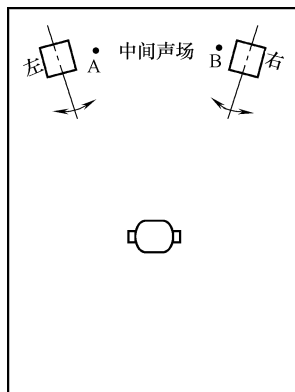

图 4-92 音箱转角示意图
5) 音箱角度影响。可以将左、右主音箱的轴线向里稍转动，如图 4-92 所示，特别当左、右音箱相距较远时，能将中音声场的左、右侧丰满起来，能使处于声场中 A、B 点的声像更加清晰。当听音者距音箱较近时，这种音箱角度的转动也是有益而无害。要注意，两音箱内倾的角度要相同。